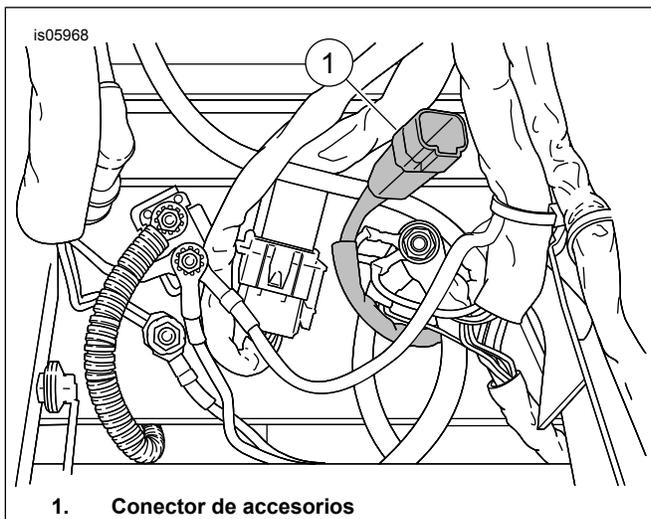

Figura 3. Ubicación del conector de accesorios (debajo del asiento)
- Vea Figura 3. Quite el tapón de caucho del conector del circuito de accesorios (1) ubicado debajo del asiento. Enchufe el conector eléctrico del asiento dentro del conector de accesorios. Los conectores deben acoplar con un clic audible.